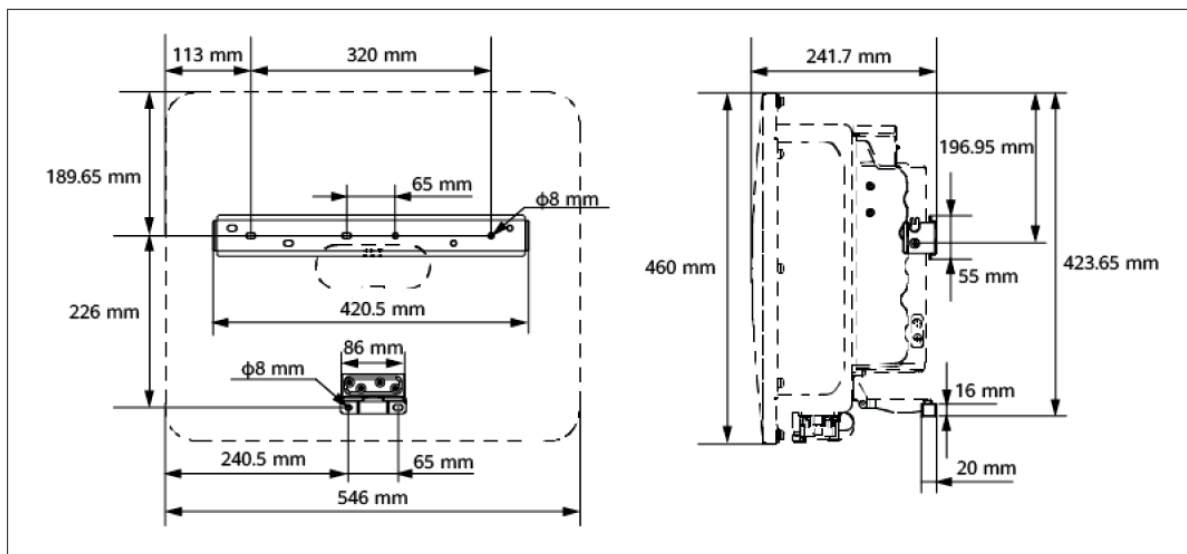

Figura 5.1: Dimensões do inversor e suporte de montagem.
- Figura 5.1 mostra as dimensões dos orifícios de montagem do inversor.